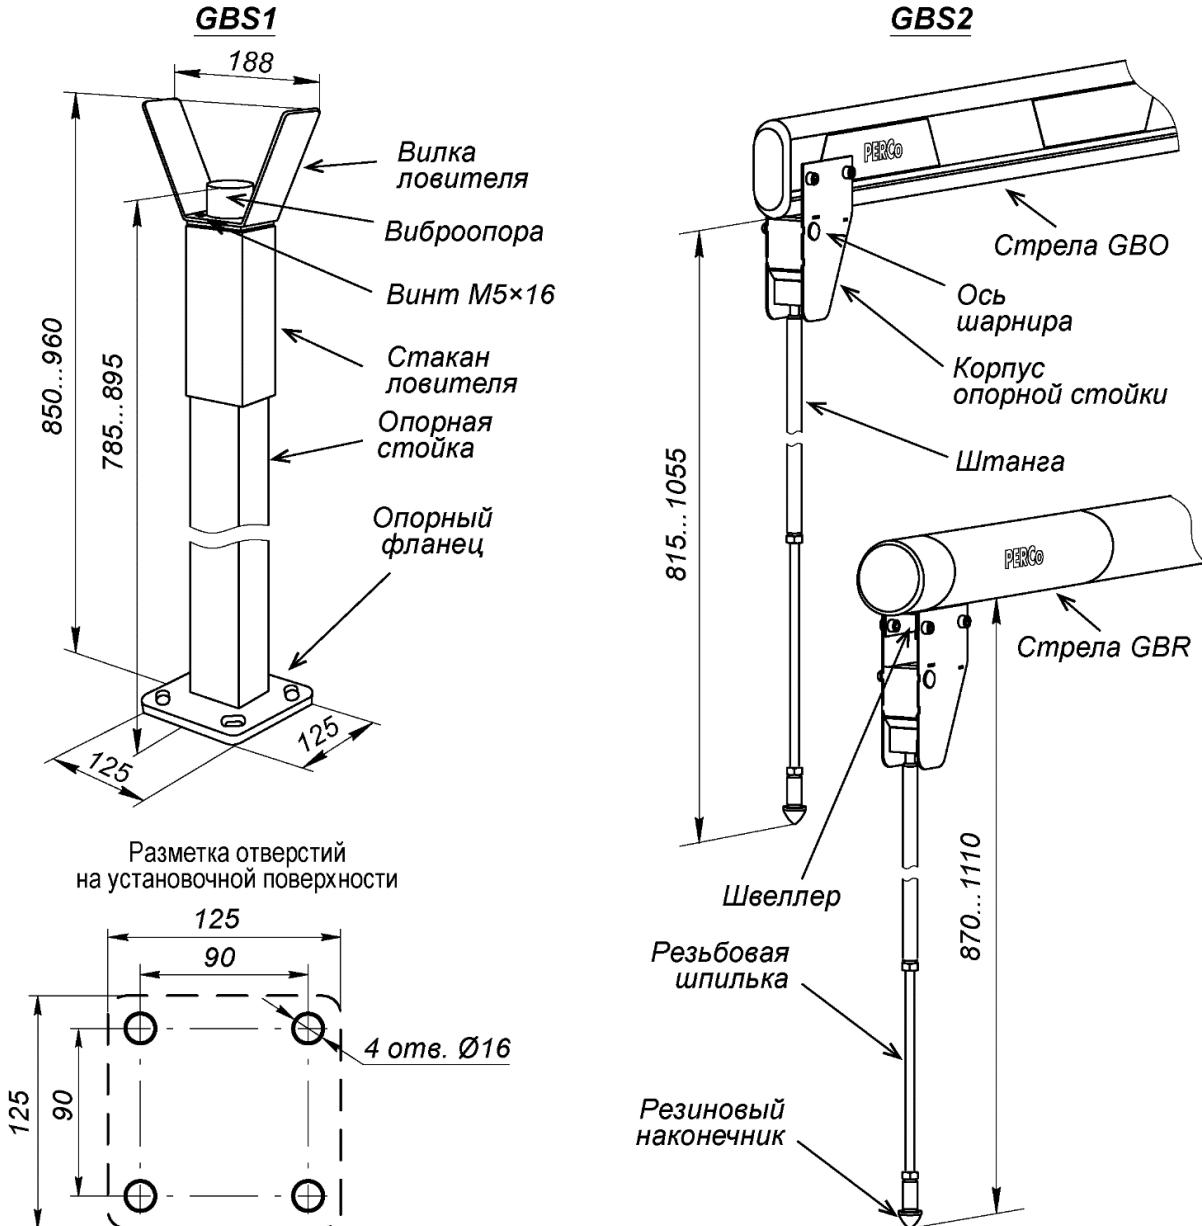

Рисунок 16. Внешний вид опорных стоек PERCo-GBS1 и PERCo-GBS2
При необходимости устанавливается опорная стойка с ловителем стрелы **PERCo-GBS1**. Также устанавливать опорную стойку рекомендуется при длине стрелы более 4 метров. Опорная стойка **PERCo-GBS1** состоит из стойки прямоугольного сечения с опорным фланцем и ловителя стрелы (см. рис. 16).
1. Выполните в установочной поверхности отверстия в соответствии с разметкой (рис. 16). Ось опорной стойки должна совпадать с продольной осью стрелы шлагбаума (обращаем внимание, не с осью стойки шлагбаума!, см. рис. 7). Размер отверстий на схеме указан для анкеров типа PFG IH10 («SORMAT»), при использовании других типов анкеров необходимо выполнять отверстия соответствующих им диаметра и глубины.
Вместо стационарной стойки **PERCo-GBS1** можно использовать подвесную опорную стойку **PERCo-GBS2**, которая крепится непосредственно на стреле шлагбаума (см. рис. 16). В вертикальном положении стрелы подвесная стойка складывается под собственным весом. При монтаже на прямоугольно-овальной стреле **PERCo-GBO** в стреле необходимо будет просверлить два сквозных отверстия под болты крепления корпуса опорной стойки. На круглой стреле **PERCo-GBR** необходимо предварительно закрепить на заклепках монтажный швеллер из комплекта поставки опорной стойки (см. Инструкцию по монтажу из комплекта подвесной стойки), на который затем монтируется корпус опорной стойки.